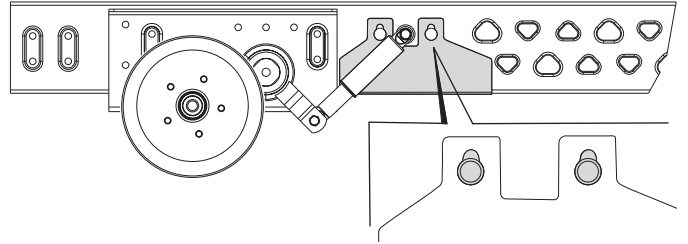

Abb. 15
- Geeignet für Wohnwagen bis 2000 kg mit Knaus Tabbert / Dyonic Chassis AB3 mit einer Rahmenstärke von weniger als 2,8 mm (Abb. 15).